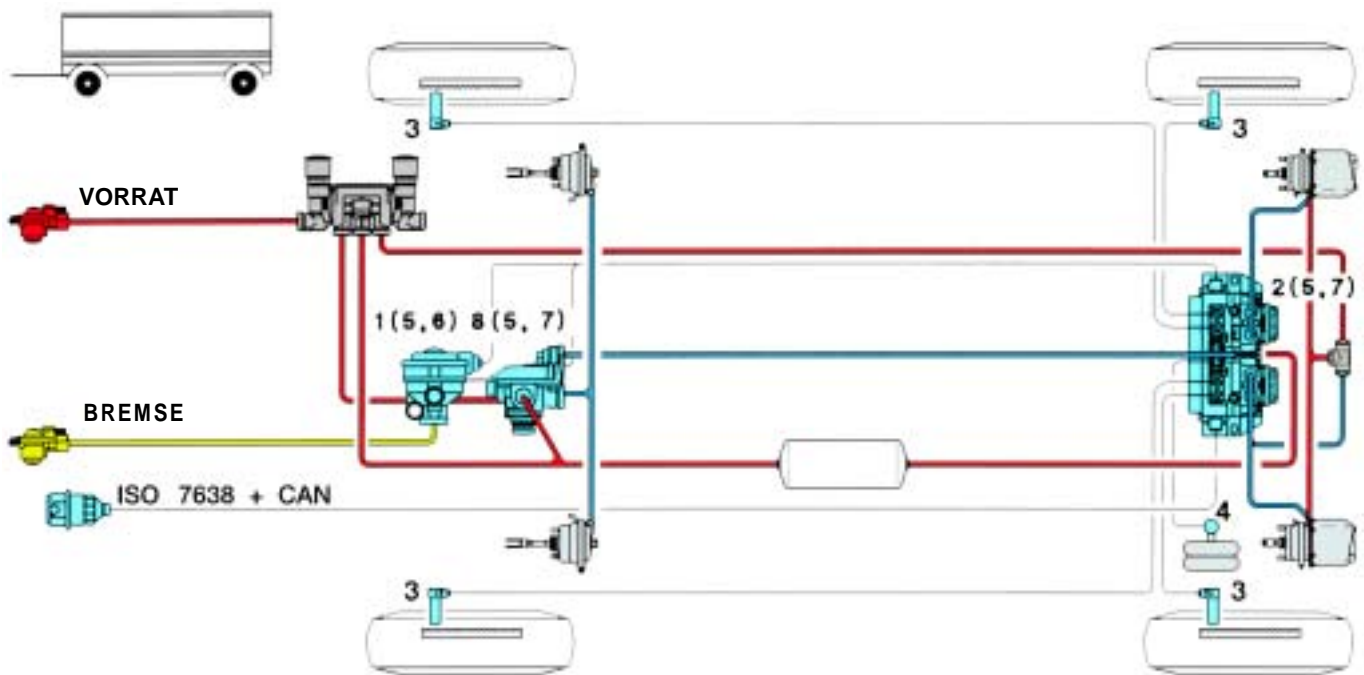

Abbildung 2-2: Bremsschema 4S/3M für Deichselanhänger
Die Erweiterung der Konfiguration 4S/2M um ein EBS-Relaisventil (8) für die Druckregelung der Vorderachse bei Deichselanhängern oder einer 3. Achse bei Sattelanhängern wird als 4S/3M System bezeichnet (Abbildung 2-2).